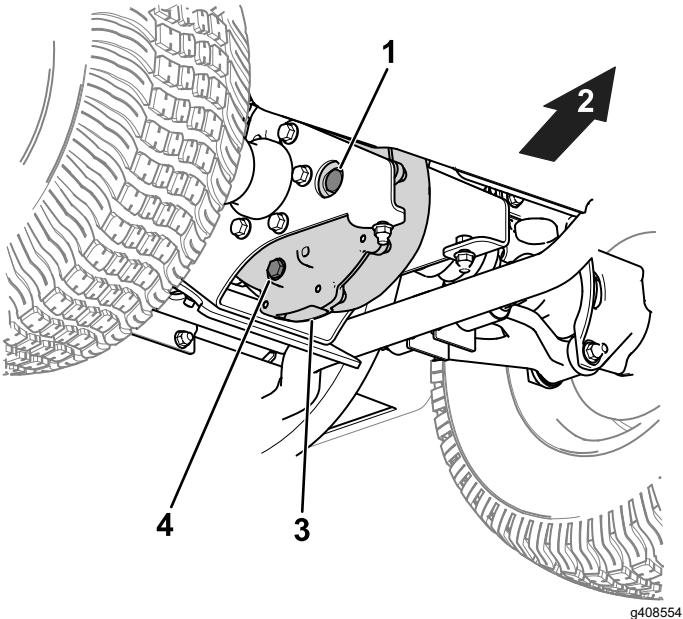

Figura 43
- Retire el tapón de llenado del transeje (Figura 43).
2. Si el nivel de fluido es bajo, retire el tapón de llenado y añada el fluido especificado hasta que salga del orificio (Figura 43).
1. Coloque un recipiente debajo del tapón de vaciado (Figura 43).
2. Retire el tapón de llenado (Figura 43).
3. Retire el tapón de vaciado y deje que el aceite se drene completamente (Figura 43).